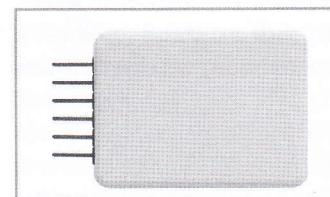

Bild 8: UM 2102 im bearbeiteten Gehäuse
– Optional kann man das Modul auch in das Gehäuse DRO3 (Artikelnr.: JB-760-12) einbauen (siehe Abbildung 8). Dafür wird ST 2 mit einer abgewinkelten Stifitleiste bestückt und Aussparungen für die USB-Buchse und die Stifitleiste in das Gehäuse gefräst. So kann das Modul wie ein eigenständiger USB-UART-Umsetzer benutzt, aber auch mal schnell als optionale Debug-Schnittstelle zum Aufstecken verwendet werden. Abbildung 9 zeigt diesen Einsatz. Ein derart ausgeführtes Modul ist so auch der ideale Helfer bei der Entwicklung eigener Applikationen. **ELV**